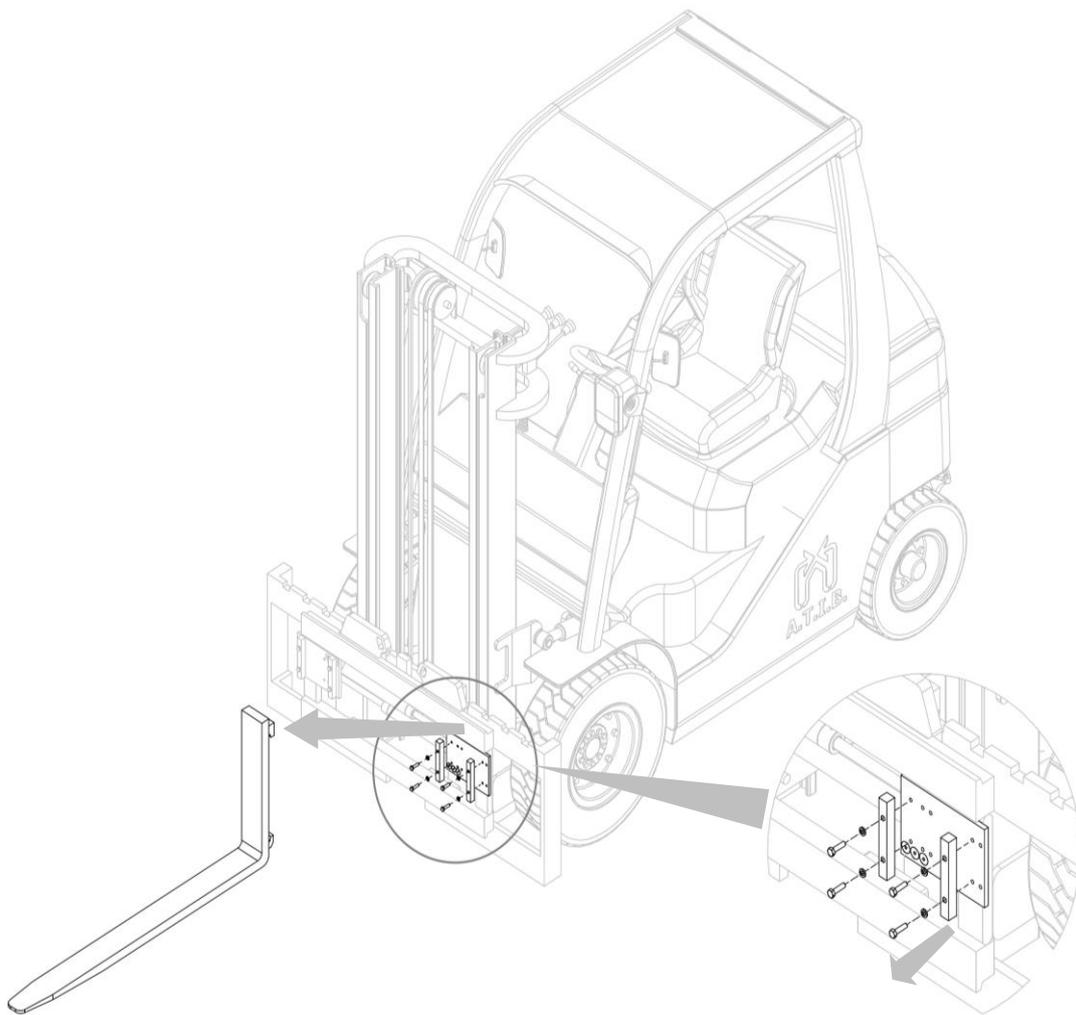

Figure 26
2. Retirer les fourche une par une après avoir retiré les butées d'arrêt des plaques (voir *Figure 26*).